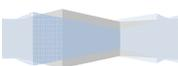

Figura 3.1. Pantalla Principal e Interfaz del Sistema.
Luego de obtener acceso al sistema, la pantalla muestra los diferentes menús de navegación. El primero es el menú principal (1) donde se encuentra el logo de “CORPOELEC”, el cual indica los módulos de Consultas, Procesos, Reportes y Cierre de Sesión (final derecha). Con este menú se hace enlace o se tiene acceso a los diferentes menús secundarios (2). Estos se encuentran en la parte izquierda de la pantalla y que se puede identificar con el nombre con el que se accedió en el menú principal. A la derecha de este (donde se visualiza el nombre del sistema en letras grandes) tenemos la parte de edición de formularios y visualización de resultados e información (3), y por ultimo en el pie de la pagina (la barra en color gris) nos muestra la fecha actual en la parte izquierda y el nombre de usuario que está activo en esa sesión en la parte derecha del pie de la pagina (4). Ver figura 3.1.